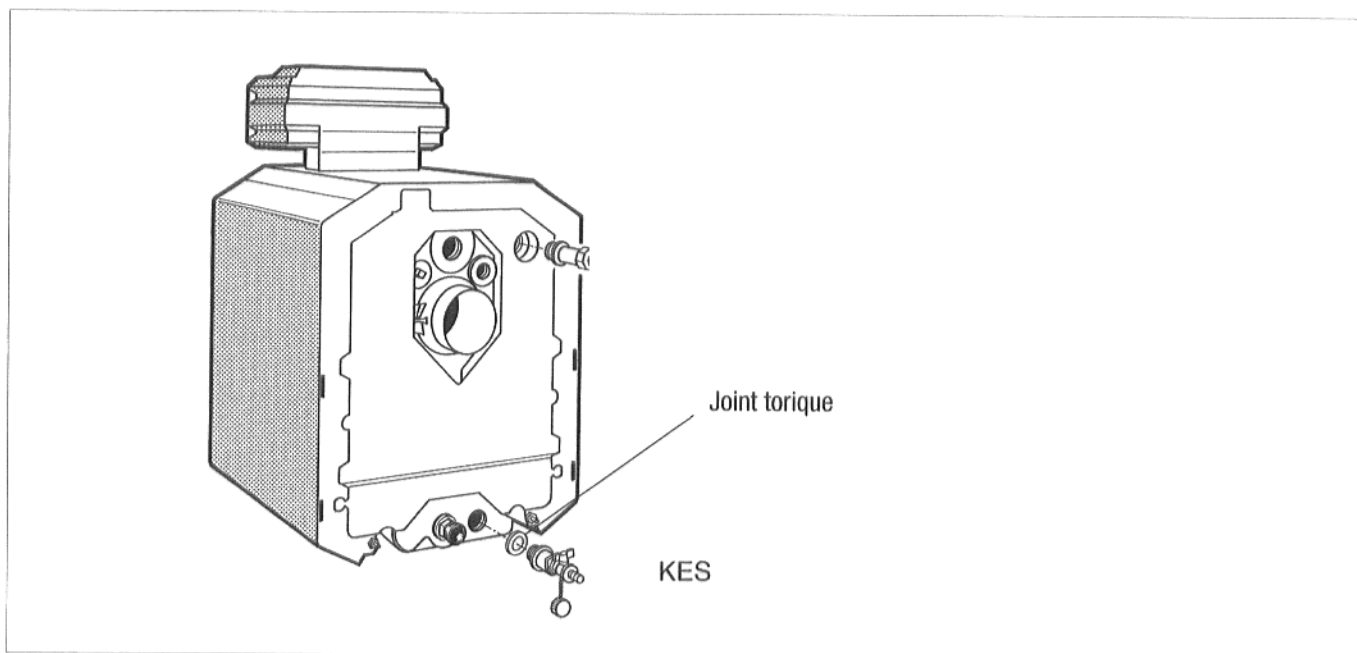

Fig. 3 Set de vidange chaudière KES pour chaudière G115
- Visser le set de vidange chaudière KES dans le retour sécurité de la chaudière (fig. 3).